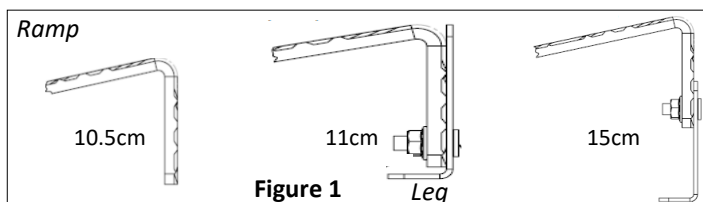

Figure 1
1. Messen Sie die Höhe der Türschwelle und wählen Sie die passende Konfiguration (Abb. 1).